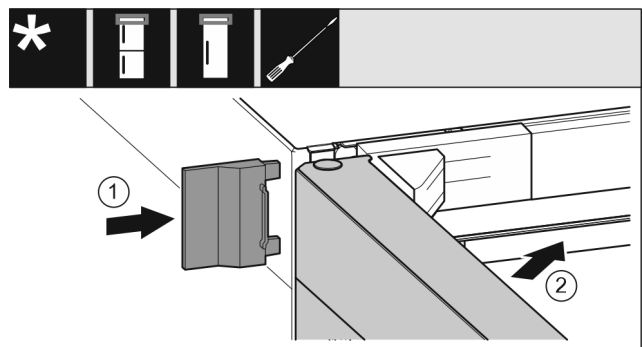

Fig. 23
- ▶ Skjut på det yttre skyddet Fig. 23 (1).
- ▶ Stäng den övre dörren Fig. 23 (2).